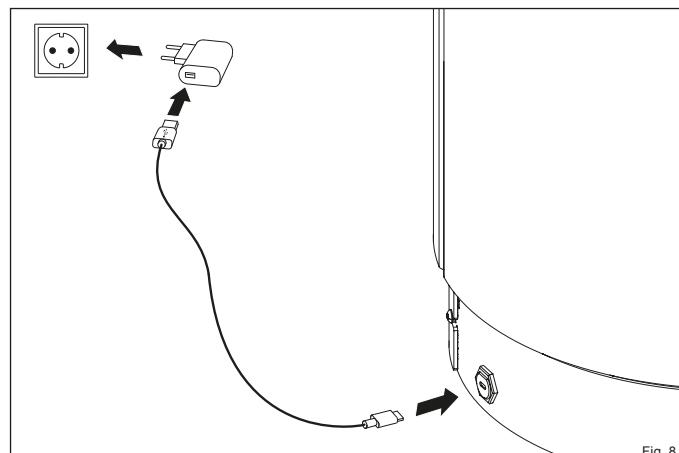

Fig. 8
- Connectez le câble USB-C au port du poêle et à la prise d'alimentation (Fig. 8).
- Branchez la fiche secteur sur le réseau électrique (Fig. 8).